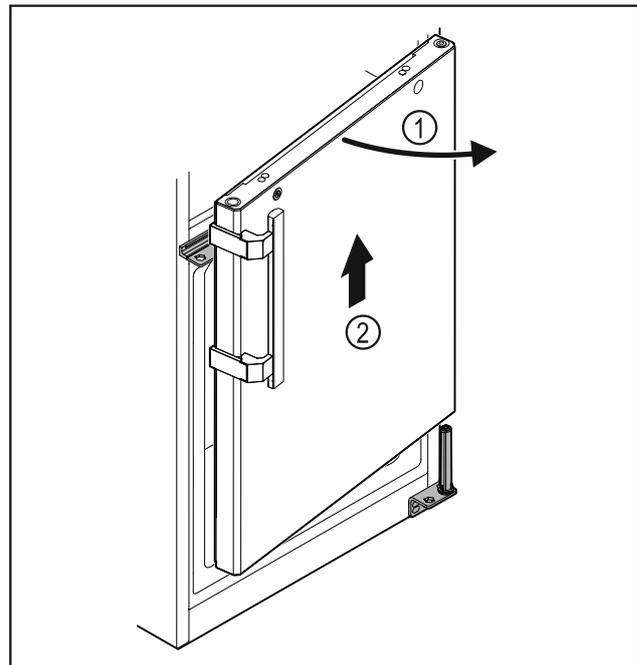

Fig. 28
- Aprire di poco la porta Fig. 28 (1), sollevarla di ca. 200 mm verso l'alto in senso orizzontale e rimuoverla Fig. 28 (2).